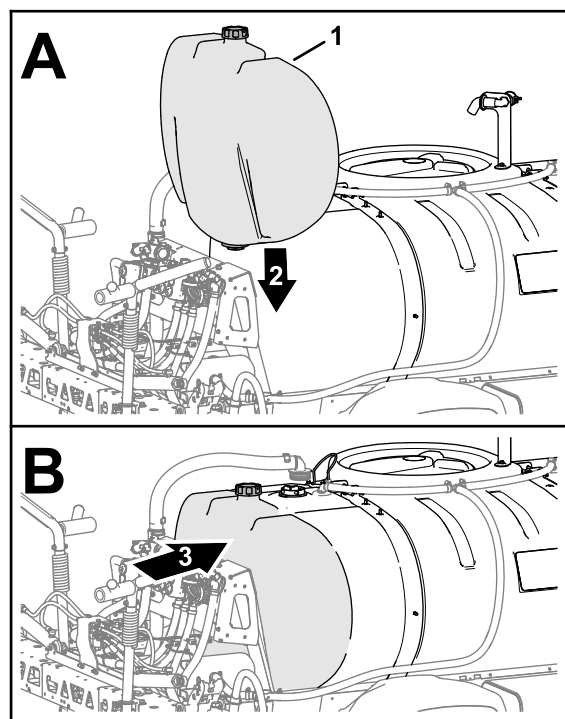

図 12
4. すすぎタンクキットを搭載している車両では、図 12 のように、タンクを機体に合わせる。